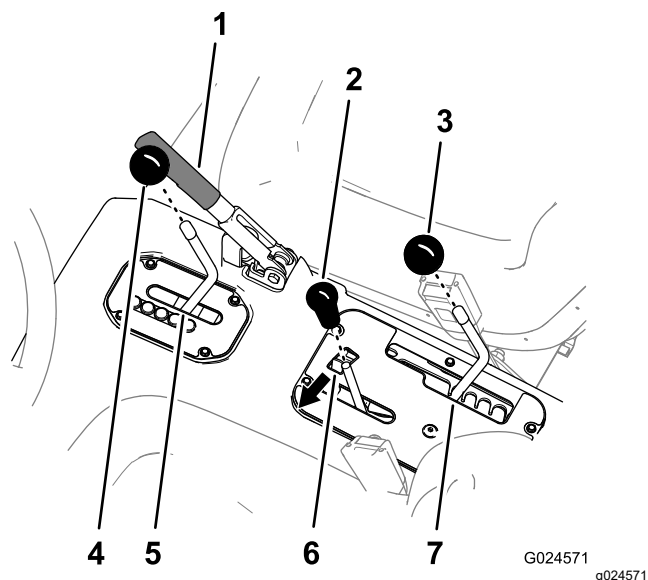

Figura 4
1. Îndepărtați toate butoanele de pe manetele consolei și de la maneta de transmisie prin rotirea butoanelor în sens invers acelor de ceasornic (Figura 4).